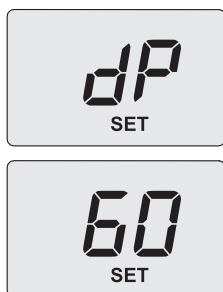

Рис. 9.12
- Нажмите кнопку 13 или 14: на дисплее буквы **dP** будут загораться поочередно с температурой воды в системе отопления (например, **60**) и появится надпись **SET**, которая обозначает включение функции «трубочист» в режиме максимальной мощности горячего водоснабжения (Рис. 9.12).